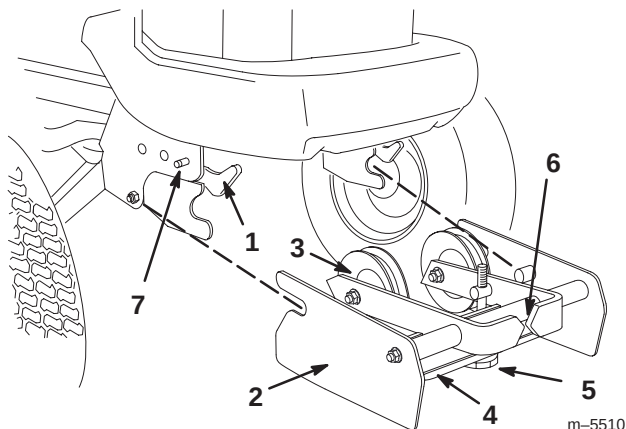

Figure 5
4. Fixez le bâti de poulies au tracteur si ce n'est déjà fait (Fig. 5).